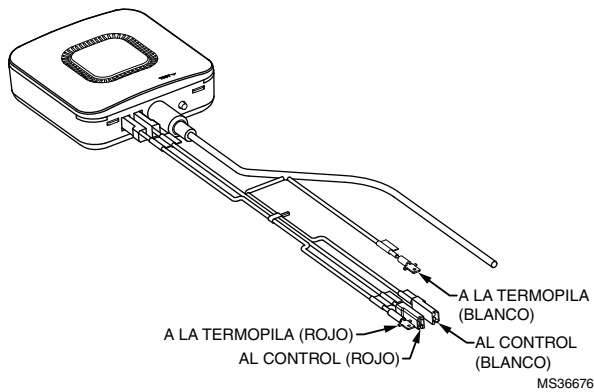

Fig. 3. Cables del detector de fugas.
2. Conecte los cables del detector de fugas como se muestra en la Fig. 3.